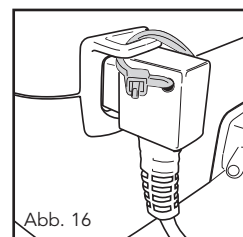

Abb. 16
10. Stecken Sie den Netzstecker des Gerätes in die Steckdose. Das Kabel kann dann mit einem Kabelband an der Steckdose gesichert werden (Abb. 16 und 17). Dies ist insbesondere dann zu empfehlen, wenn Sauerstoff mit dem Gerät verwendet wird.
- Vergewissern Sie sich, dass das Netzkabel an der Rückseite des Gerätes fest eingesteckt ist, bevor Sie die Zufuhr von der Sauerstoffquelle in Gerätnähe bringen. Es wird dringend empfohlen, das Netzkabel mit einem Kabelband zu befestigen, siehe Abb. 16 und 17.